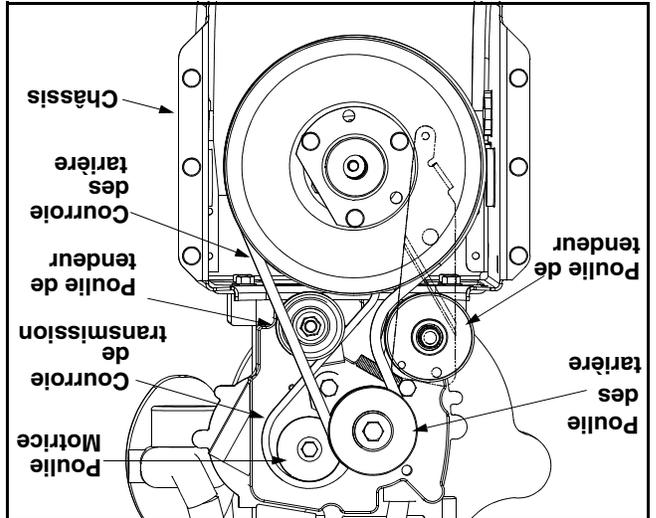

Figure 19
- Redressez la poulie de tension et dégagez la courroie de celle-ci et du disque de la roue de frotement. Voir la Figure 19.
- Dégagez les courroies des tarières avant et arrière de la poulie motrice. Voir la Figure 19.